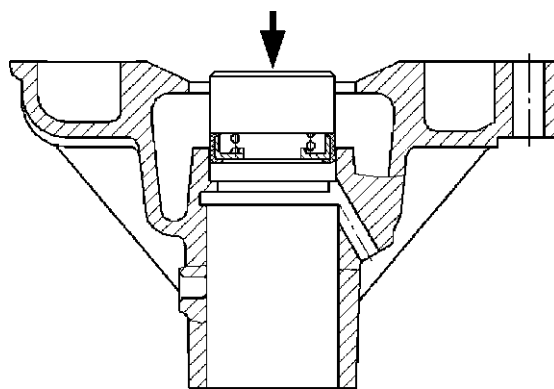

Рис. 4.52. Установка сальника в корпус насоса системы охлаждения
- с помощью оправки (рис. 4.52) установите сальник в корпус насоса не допуская перекоса. Перед установкой смажьте наружную поверхность сальника моторным маслом;